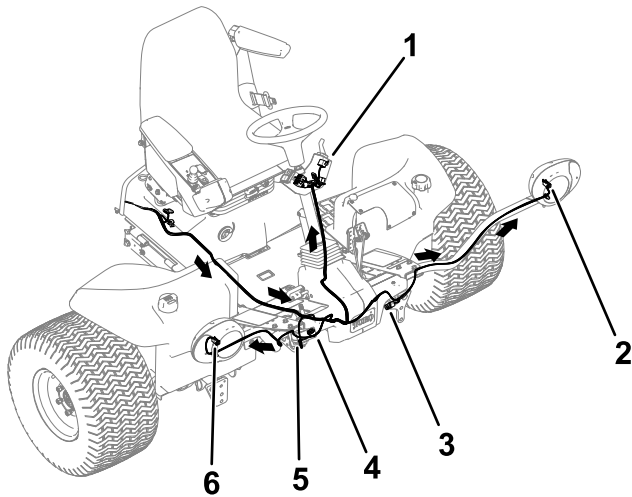

Figura 19
1. Disponete l'estremità anteriore del cablaggio preassemblato sotto la pedana dell'operatore nella parte anteriore della macchina (Figura 19).
2. Avvitare ciascun connettore del cablaggio nella relativa staffa delle luci e collegatelo al faro (Figura 19).
3. Collegate il filo del cablaggio preassemblato con i 2 connettori all'avvisatore acustico (Figura 19).
5. Collegate i connettori del cablaggio preassemblato del kit luci ai fari della copertura (Figura 19).
8. Disponete il cablaggio elettrico dirigendolo verso il gruppo della staffa del piantone sul piantone stesso (Figura 19).